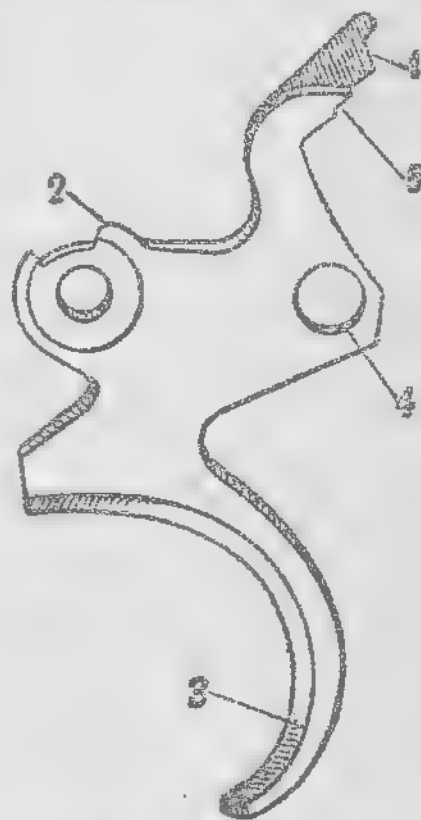

Рис. 14. Спусковой крючок:
15. **Спусковой крючок** (рис. 14) служит для поднимания и опускания ползуна, удержания курка на